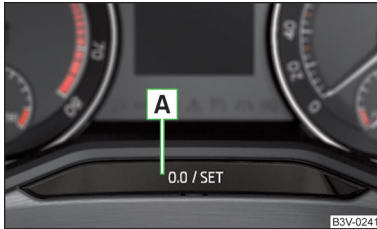

Abb. 23
» Die Taste **A** » **Abb. 23** auf Seite 45 antippen.
- Die Taste **A** » Abb. 23 gedrückt halten, bis im Display der Menüpunkt **Uhrzeit** angezeigt wird.